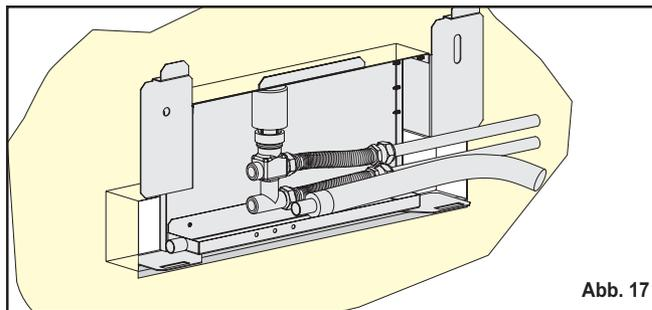

Abb. 17
3) Befestigen Sie die Kondensatwanne mit zwei selbstschneidenden Schrauben in den eigens hierfür vorgesehenen Bohrungen (Abb. 17). Die Außenseite der Wanne muss unbedingt bündig mit der Wand abschließen.
7) Das Ventil an die Anschlussschläuche anschließen (Abb. 17).